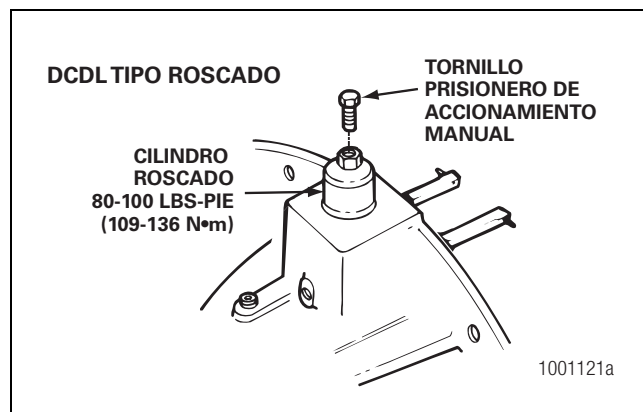

Figura 6.16
7. Atornille el cilindro DCDL en su sitio. Apriete el cilindro con una torsión de 80 a 100 lbs-pie (109-136 N•m). Figura 6.16.